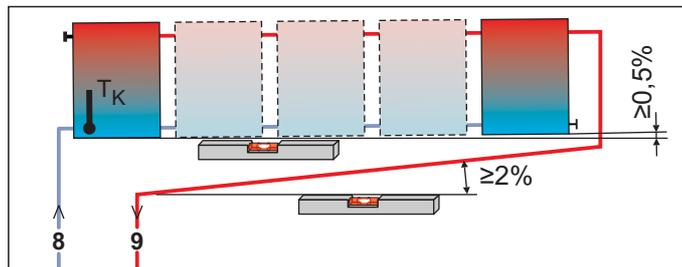
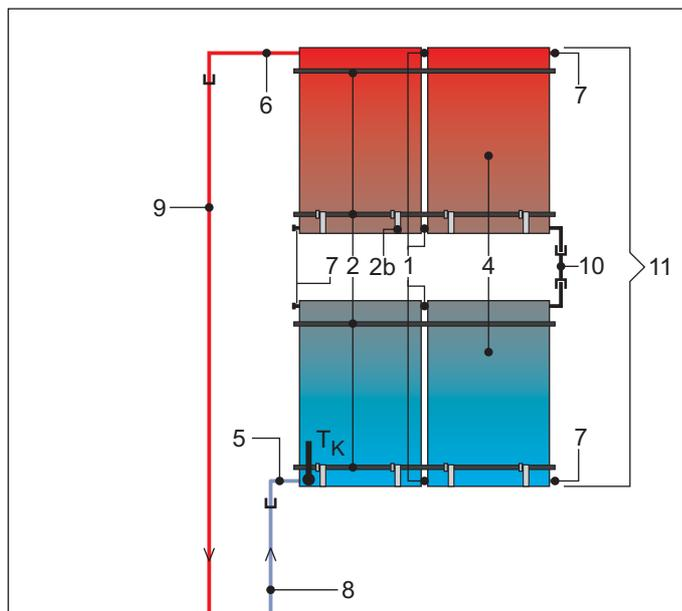
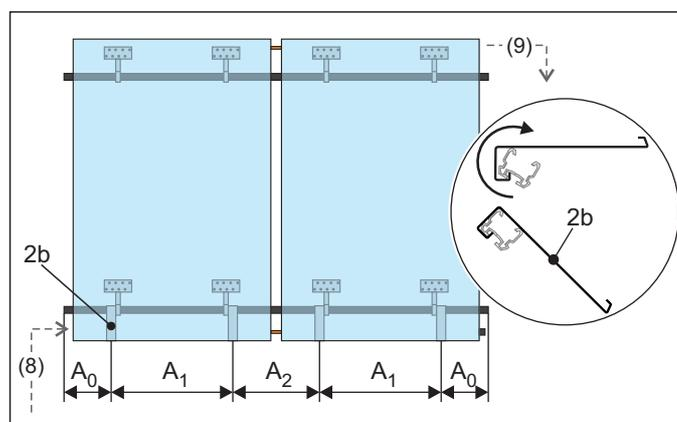

Fig. 4-1 Campo di collettori solari con collegamento alternato (consigliato)
Fig. 4-3 Disposizione alternativa dei collettori
Fig. 4-8 Fase di lavoro 1: allineamento dei ganci di fissaggio (Per la legenda vedere tab. 4-1, per le dimensioni vedere tab. 4-3)
In alternativa al semplice collegamento in parallelo dei collettori descritto nelle presenti istruzioni, all'occorrenza è possibile montare un massimo di 3 serie di collettori anche sovrapposte. I collettori o i campi di collettori montati gli uni sugli altri devono essere collegati in serie (fig. 4-3).
Tab. 4-1 Legenda per fig. 4-1 a fig. 4-3 e fig. 4-8
- La tubazione di collegamento di mandata (VA15 Solar) deve essere collegata alla parte superiore del collettore, la tubazione di collegamento di ritorno (VA18 Solar) deve essere collegata alla parte inferiore del collettore (vedere da fig. 4-1 a fig. 4-3 e fig. 4-8).
Dopo aver sospeso i ganci, è possibile spostarli lateralmente (vedere fig. 4-8 e tab. 4-3).